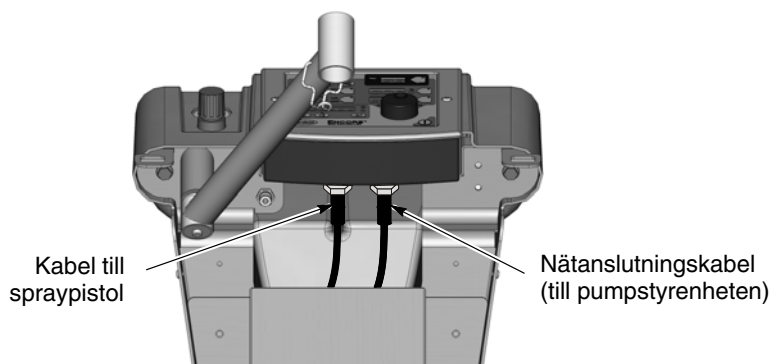

Bild 3-7 Spraypistolens kabelanslutning till systemets styrenhet – mobilt system visas
1. Mobila system: Se bild 3-7. Drag pistolkabeln in genom baksidan på vagnens stolpe och upp och genom den övre fronten. På detta sätt kan användaren bunta ihop kabeln med mönster- och elektrospolningsslangarna.